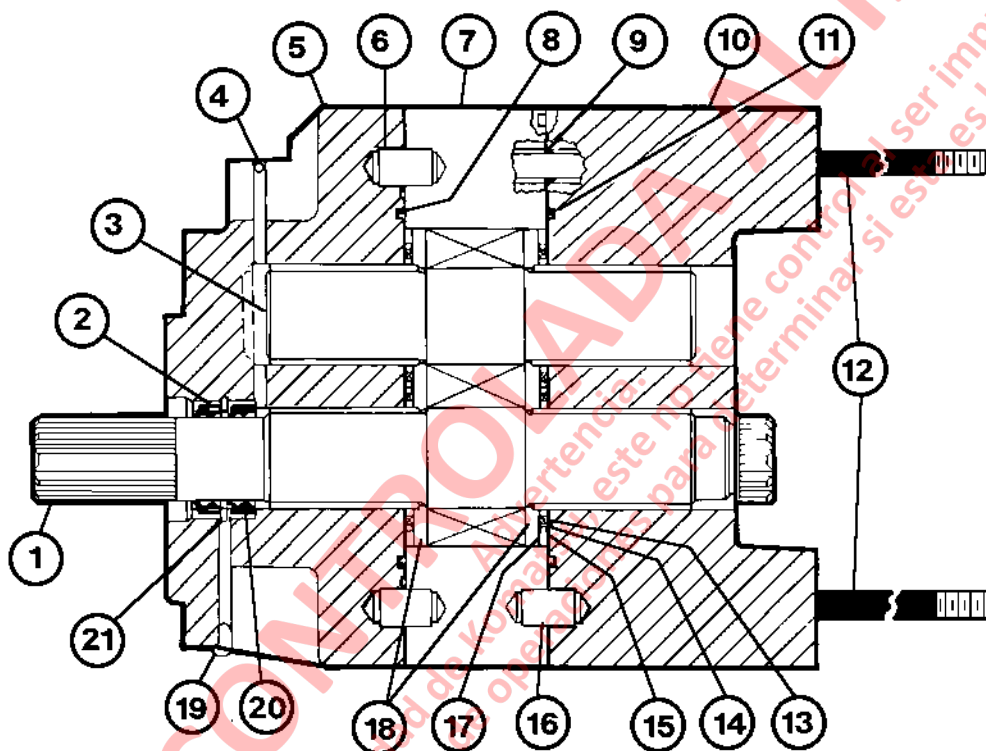

FIGURA 3-6. DESMONTAJE DE LA BOMBA DE IZAJE (Sección Delantera)
10. Retire la placa de rodamientos (10, Figura 3-6). Si la placa de rodamientos está pegada, golpee levemente con un martillo plástico para soltarla. Saque O-Rings (9) y (11).